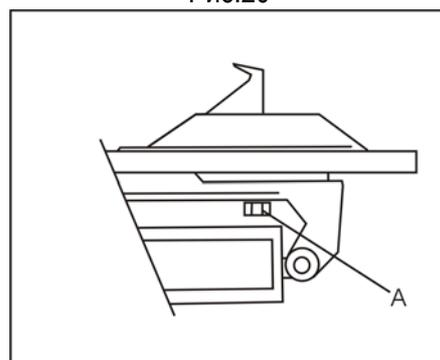

Рис.21
**Примечание:** через каждые 15 использования станка, затягивайте болты зажимов А (Рис. 21).